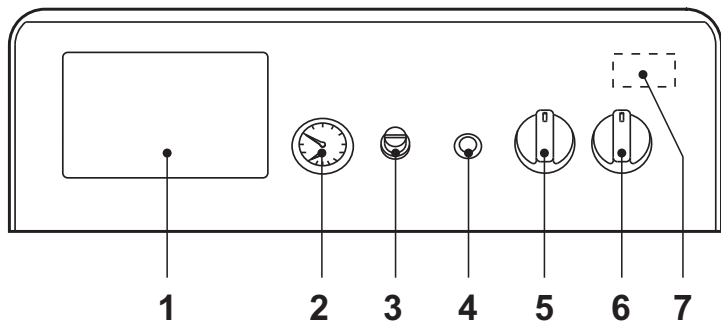
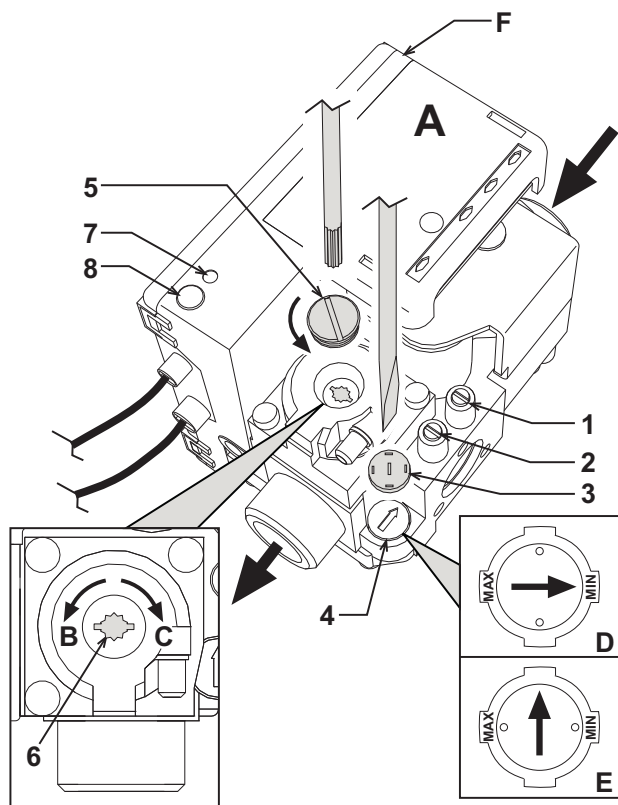

fig. 1 - Tableau des commandes
fig. 3 - Réglage de la pression
- Mettre l'interrupteur général "6" en position 1 (fig. 1).
- Lorsque la chaudière est dotée d'un module électronique thermostatique, monté en position 1 de fig. 1, l'utilisateur devra également tenir compte des instructions fournies par le constructeur de celui-ci.
Tourner la manette 5 de fig. 1 dans le sens des aiguilles d'une montre fait augmenter la température de l'eau de chauffage ; dans le sens inverse elle diminue. La température peut être modulée de min. 30° à max. 90°. Il est toutefois conseillé de ne pas faire fonctionner la chaudière en dessous de 45°.
Programmer à l'aide du thermostat d'ambiance la température souhaitée à l'intérieur des pièces. Commandée par le thermostat d'ambiance, la chaudière s'allume et l'eau est amenée à la température établie par le thermostat de réglage de la chaudière 5 de fig. 1. Le générateur s'éteint dès que la température souhaitée est atteinte à l'intérieur des pièces.
Relier un manomètre à la prise de pression 2 (fig. 3) montée en aval de la vanne à gaz, tourner le bouton du thermostat de la chaudière (rep. 5 - fig. 1) sur la position maximum.
Après avoir ôté le bouchon de protection 5 (fig. 3), régler la pression du gaz au brûleur au moyen de la vis 6 à la valeur souhaitée (voir tableau données techniques et les diagrammes de variation de puissance repris dans le cap. 5).
2. Ôter le petit capuchon de protection de la vanne à gaz 3 (fig. 3). À l'aide d'un petit tournevis, régler le « SEUIL » (step) d'allumage pour le gaz souhaité (G20-G25 position D fig. 3 ou G30-G31 position E fig. 3) ; remettre ensuite le capuchon.